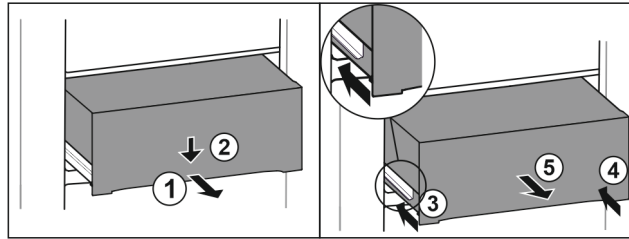

Fig. 139
- ▶ Вытяните выдвижной ящик наполовину. Fig. 139 (1)
- ▶ Вдавите выдвижной ящик в передней части вниз. Fig. 139 (2)
- ▶ Задвиньте левую направляющую прим. на 2 см. Fig. 139 (3)
- ▶ Задвиньте правую направляющую прим. на 2 см. Fig. 139 (4)
- ▶ Извлеките выдвижной ящик движением вперед. Fig. 139 (5)